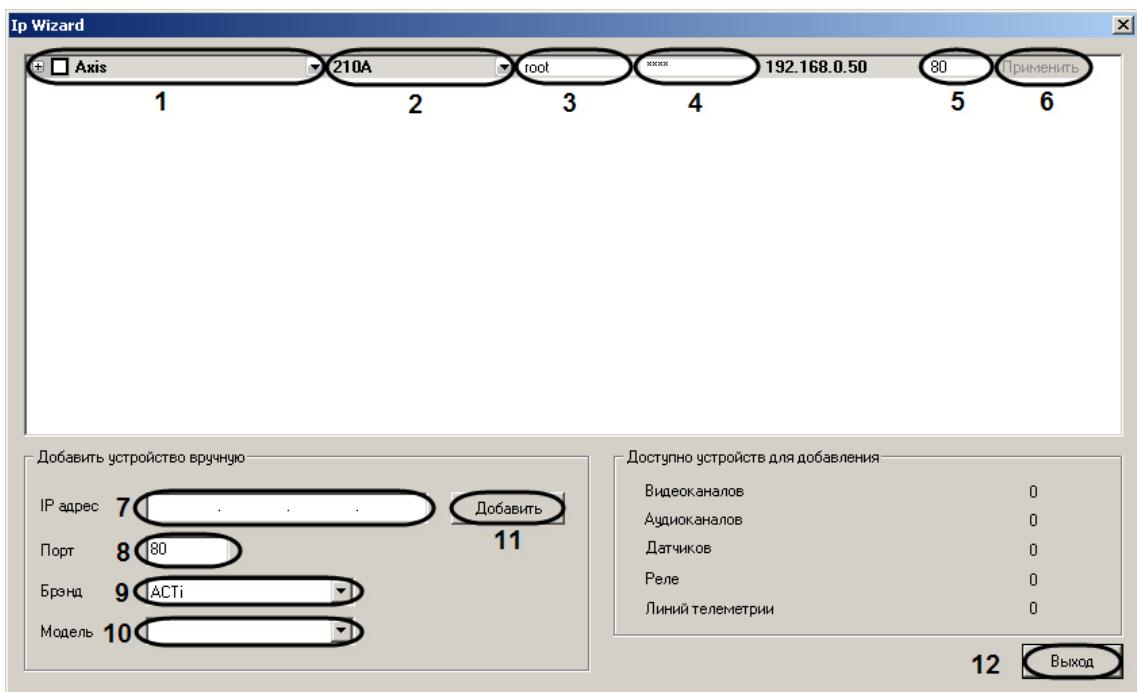

Рис. 3.2—5 Окно «IP Wizard»
4. Проверить правильность определения бренда (см. Рис. 3.2—5, 1) и модели (см. Рис. 3.2—5, 2) для найденного IP-устройства. При необходимости внести изменения, раскрыв соответствующий список с помощью кнопки и выбрав требуемое значение.